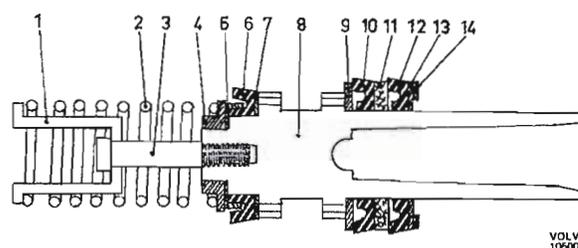

Abb. 58 Primärkolben
3. Die dünne Scheibe (7, Abb. 58), die Kolbendichtung (6) und den Stützring (5) auf dem Primärkolben einbauen. Aus der Abbildung geht hervor, wie die Teile beim Einbau zu wenden sind. Die Feder (2) mit dem Federteller (4) und der Federführungshülse (1) am Primärkolben anbringen. Feder zusammendrücken und den Stehbolzen (3) bis zum Anschlag einschrauben.
4. Scheibe (9), Dichtung (10), Kunststoffscheibe (11), Dichtung (12) und Scheibe (13) der Reihe nach auf dem Primärkolben einbauen.